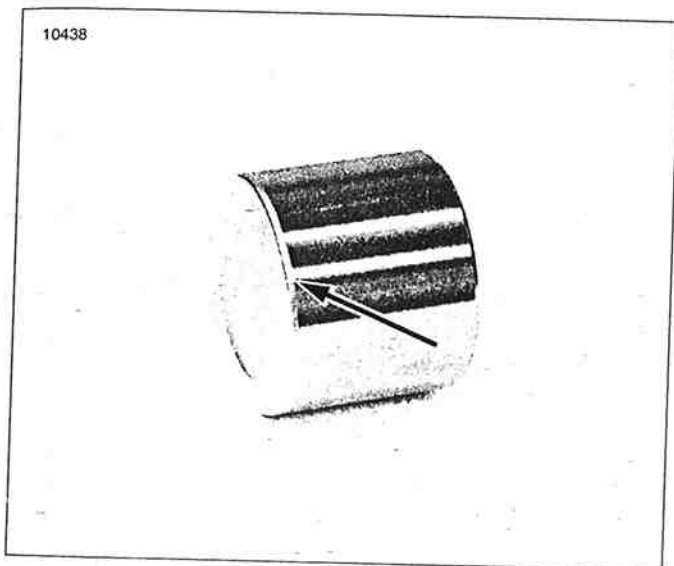

Figura 2-115. Radio de la punta del pistón
- a. Radio de la punta del pistón. Vea la Figura 2-115.
3. Cuidadosamente, con la mano, inserte el pistón, el radio de la punta primero (vea la Figura 2-115.), dentro del diámetro interior de la mordaza. Si se dificulta la instalación, quite el pistón y revise que los sellos estén instalados correctamente.